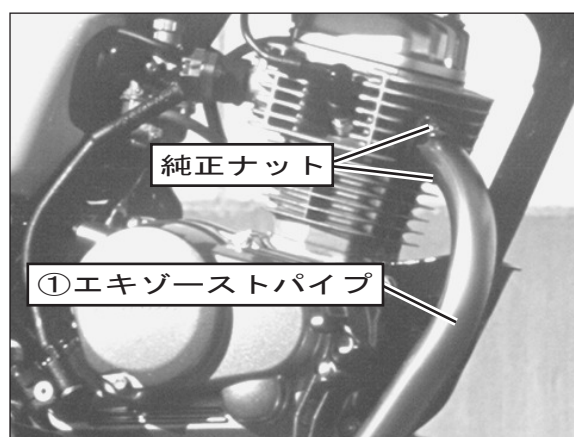

FIG. 10
9. 純正エキゾーストガasketを取り外し、付属の⑮エキゾーストガasketに交換し、①エキゾーストパイプを純正ナットを使用して仮締めします。(FIG. 10参照)